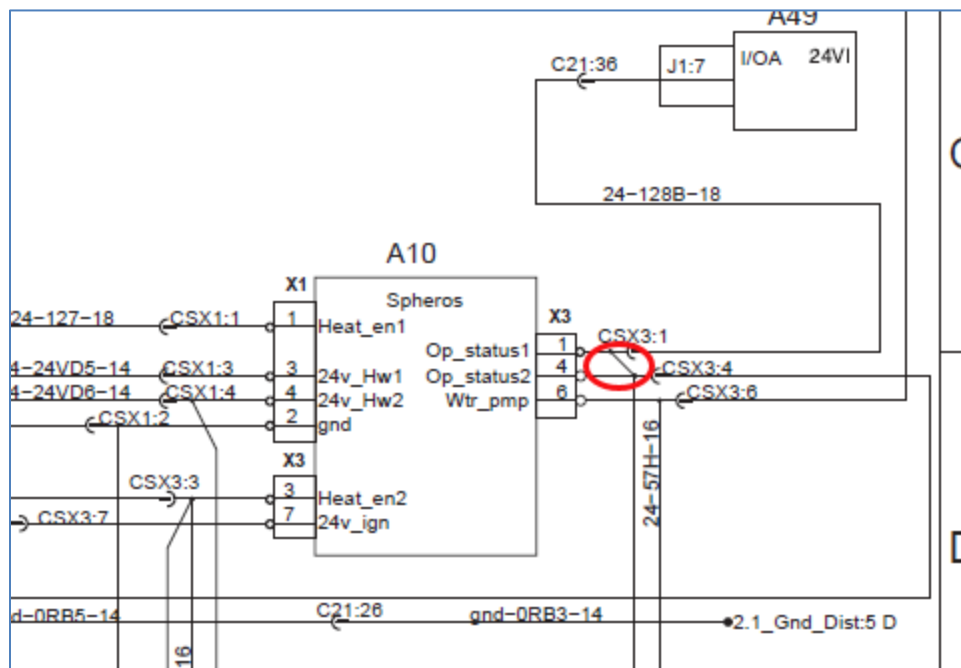

FIGURE 45
10. Sur le câblage du préchauffeur, localiser le connecteur CSX3. Retirer le cavalier situé entre le connecteur CSX3 logement # 1 et le logement # 4 (**FIGURE 45**).